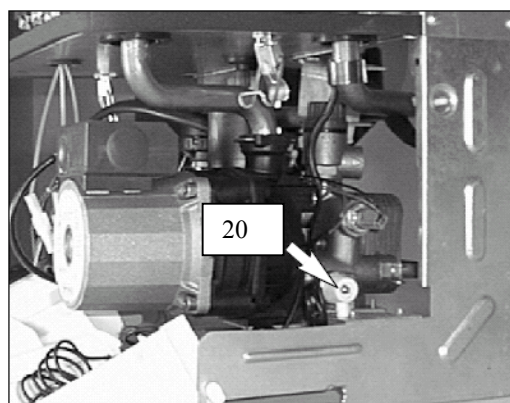

Рис. 9.4.
2. Откройте кран поз. 20 слива контура отопления (рис. 9.4.)